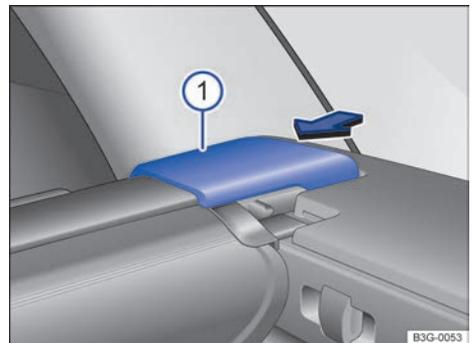

Fig. 157 En el maletero: desmontar la cubierta del maletero. ▶
- Presione el soporte de la cubierta → fig. 157 ① en el sentido de la flecha.